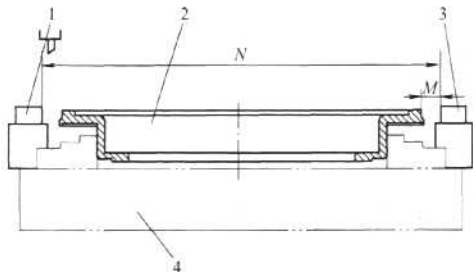

图 2
(1) 将两个测量块固定在机床卡盘上加工内径,用 4m 内径千分尺测出尺寸 N 。
(2) 将工件装夹在机床上加工外径,用内径千分尺测出尺寸 M 。
(3) N 个 $2M$ 即为 $\phi 2\ 908\text{h6}$ 实测值 (见图 2)。